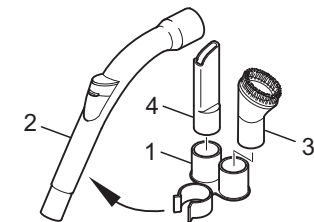

Abb. 5
5. Stecken Sie die Zubehörhalterung (Abb. 5/1) auf den Handgriff (Abb. 5/2). Schieben Sie dann Möbelbürste (Abb. 5/3) und Fugendüse (Abb. 5/4) auf die Aufnahmevorrichtungen.
■ Als **Zubehör** sind die Fugendüse und die Polsterdüse im Lieferumfang enthalten. Sie können bei Nichtgebrauch an der Zubehörhalterung befestigt werden (Abb. 5).